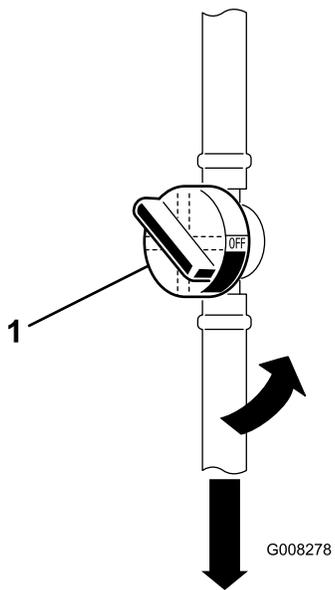

Figure 31
5. Fermez le robinet d'arrivée de carburant (Figure 31).
7. Pincez les extrémités des colliers et faites glisser ceux-ci pour les éloigner du filtre usagé (Figure 31).